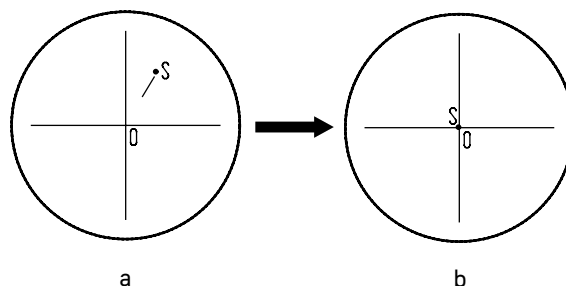

Рис. 16. Настройка канала визуализации
- Установите рукоятку переключения светового потока **3** в положение для наблюдения через окуляры. Наблюдая объект через окуляры, найдите отличительную точку в поле зрения (легко идентифицируемую цель, такую как точка **S** на рис. 16а), переместите объект на предметном столике так, чтобы данная точка находилась в центре поля зрения, как показано на рис. 16б. Для этой процедуры вместо обычного препарата удобно использовать специальный калибровочный слайд с перекрестием, а вместо обычного окуляра – окуляр с перекрестием.